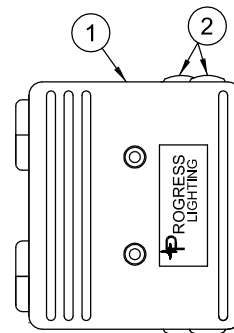

FIG. 1
2. Abra el MÓDULO (1) presionando en las LENGÜETAS del ala (2) con índice y el dedo del pulgar. (véase fig. 1)